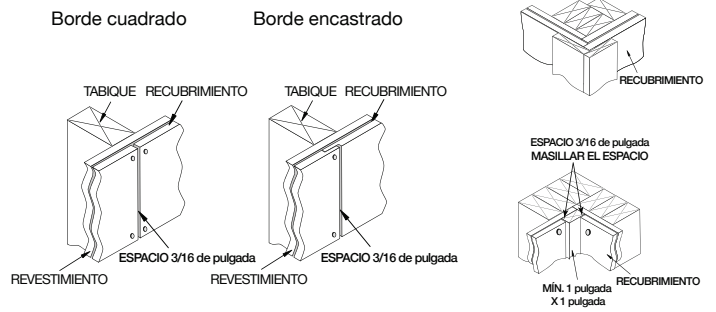

Figura 2
- Para paneles de borde cuadrado, debe dejarse un espacio de 3/16 de pulgada en la junta vertical (consulte la figura 2). El espacio debe sellarse. Se recomienda cubrir la junta con un listón de madera. Se recomienda la moldura TruWood para material de listón de madera.